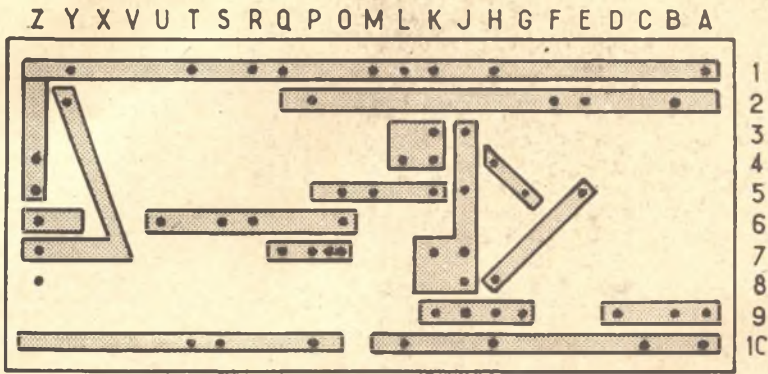

Fig. 2
- C) Il tecnico, forte dell'esperienza, decide che il guasto deve essere situato nel finale di riga/EAT. Controlla quindi (fig. 2):